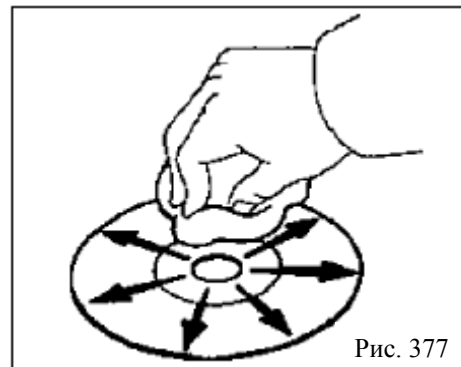

Рис. 377
(4) Очистка компакт диска
- Если компакт-диск грязный, для очистки поверхности воспользуйтесь мягкой тканью и очищайте компакт-диск радиальными движениями от центра.(рис. 377)
- б. Удалите 3 заклепки на 4 мм (установите сверло в центр заклепки для того, чтобы ее высверлить(рис. 377). Будьте аккуратны, заклепка после этого будет горячей). Снимите динамик.